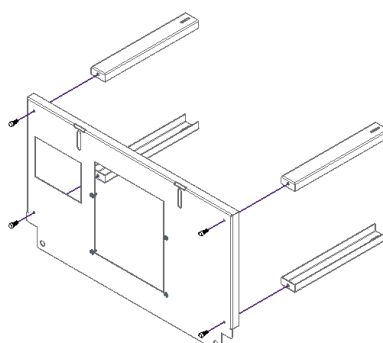

Figure 3 - Montage de la table auxiliaire
1. Protégez la surface sur laquelle vous allez travailler. Les quatre pieds de la table doivent être assemblés à l'aide de quatre vis DIN 912 M8x20mm comme indiqué sur la Figure 3.